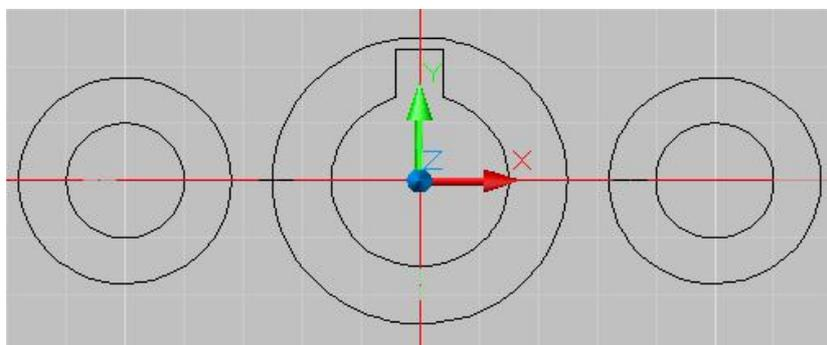

Рис. 5
8. Из начала координат строим еще окружность. Выбираем команду , из бокового меню выбираем **Ц,Рад**, затем в командной строке вводим значение радиуса **25** и для утверждения нажимаем **enter**. Далее из начала координат вправо и влево строим линии, концы которых будут являться центрами новых окружностей. Выбираем команду , ставим первую точку, отводим указатель мыши влево и в командной строке вводим длину отрезка **50**. Аналогично делаем в правую сторону. Затем из новых центров строим окружности. Выбираем команду  потом в боковом меню выбираем **Ц,Диам**, затем в командной строке вводим значение окружности **20** и для утверждения команды нажимаем **enter**. Затем из этих же центров строим еще окружности. Выбираем команду , из бокового меню выбираем **Ц,Рад**, затем в командной строке вводим значение радиуса **18** и для утверждения нажимаем **enter** (см. рис. 5).